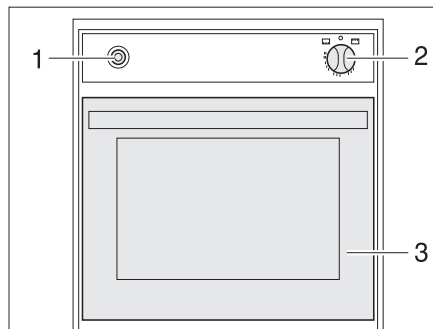

Fig. 205 Four à gaz (Spinflo)
- Ouvrir complètement la porte du four (Fig. 205,3).
- Enfoncer légèrement le bouton tournant (Fig. 205,2) et le placer sur "four" ou "GRILL" (grill).
- Enfoncer le bouton tournant (Fig. 205,2) et le maintenir enfoncé pendant 5 à 10 secondes. Le gaz s'écoule vers le brûleur.
- Appuyer plusieurs fois sur l'interrupteur d'allumage (Fig. 205,1) jusqu'à ce que la flamme se consume.
- Tourner le bouton tournant (Fig. 205,2) sur "O". La flamme s'éteint.